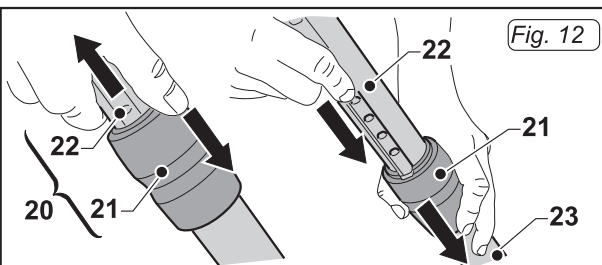

Fig. 12
- Es ist möglich, die Länge der teleskopierbaren Rohrverlängerung (20 Abb. 12) zu regulieren. Dazu wie folgt vorgehen:
- Um das Rohr zu verlängern, mit einem Finger den Ring (21 Abb. 12) nach unten drücken und gleichzeitig den oberen Teil (22 Fig. 12) des Rohrs herausziehen. Wenn die gewünschte Rohrlänge erreicht ist, den Ring loslassen (21 Abb. 12). Das Rohr wird in der nächstliegenden Feststellposition blockiert.
- Um das Rohr zu verkürzen, den Ring (21 Abb. 12) mit der einen Hand nach unten drücken und mit der anderen Hand das obere Rohr (22 Abb. 12) in die untere Hülle (23 Abb. 12) schieben.